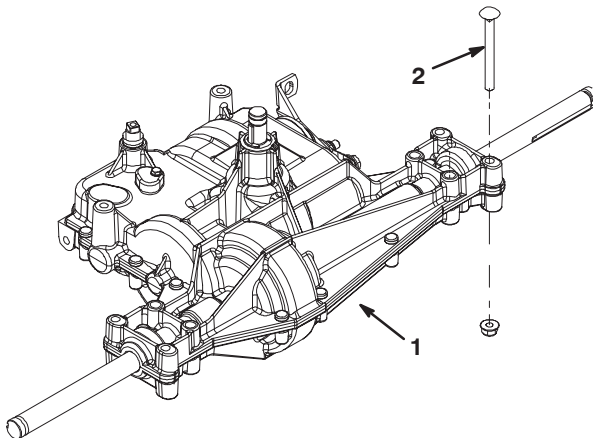

Figure 1
3. Retirez les (2) boulons de carrossier et écrous de fixation de la boîte-pont au châssis (Fig. 1).